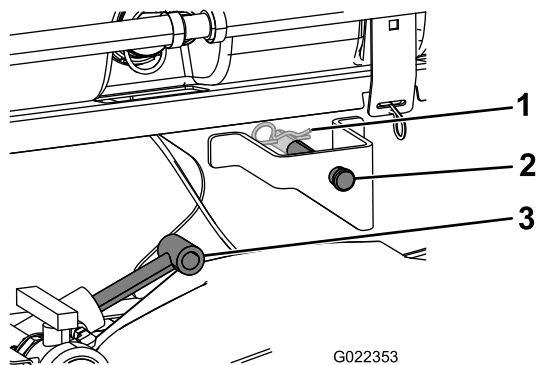

Figura 9
3. Extindeți cilindrii de ridicare la suporturile de pe sania rezervoarelor și aliniați fittingurile cilindrului cu orificiile din suporturile rezervoarelor saniei (Figura 9).